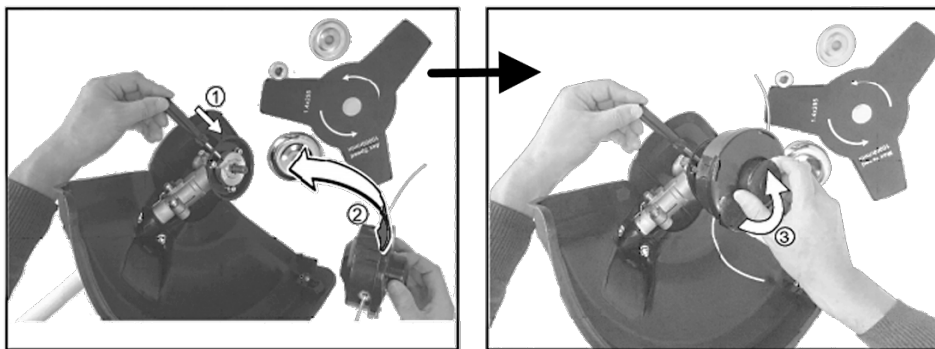

Рисунок 6
3.6 Встановлення різальної котушки з жилкою (дивіться рисунок 6)